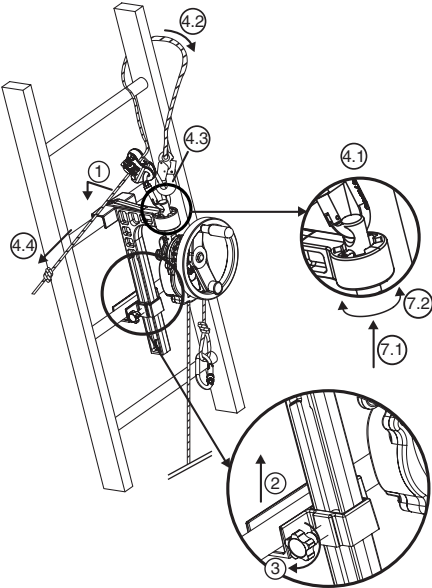

Fig. 6
6.3.2. Apparecchio derope™ UP B (Fig.6)
1. Posizionare la grande console bloccabile sul piolo della scala nella posizione scelta per effettuare l'operazione di salvataggio, al di sopra della persona da evacuare (Fig. 6, 1).
2. Far risalire lo slittone di bloccaggio a livello del piolo immediatamente al di sotto di quello che riceve la grande console (Fig. 6, 2).
3. Stringere l'asse di bloccaggio dello slittone mediante il pulsante di serraggio che si trova sul lato della console (Fig. 6, 3).
- Fissare il connettore del dispositivo di regolazione LCM 05 nel foro della parte superiore dell'asse di aggancio (Fig. 6, 4.1).
- Far passare il cordino di sicurezza attorno al piolo della scala situato al di sopra della console avvolgendolo intorno ad uno dei montanti della scala (Fig. 6, 4.2).
- Collegare il connettore del cordino di sicurezza al connettore del dispositivo di regolazione LCM 05 (Fig. 6, 4.3).
- Tendere il cordino di sicurezza tirando sull'estremità libera (Fig. 6, 4.4).
7. Orientare l'apparecchio derope™ secondo la necessità modificando la posizione dell'asse di aggancio nel dispositivo di posizionamento (Fig. 6, 7.1 – 7.2).